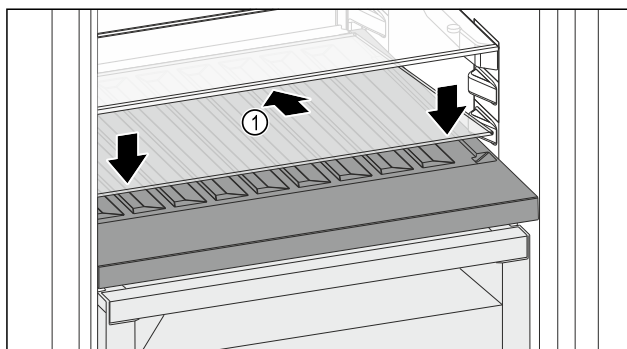

Fig. 143
- ▶ Glasplaat Fig. 143 (1) schuin naar achteren en naar beneden plaatsen.
- ▶ Glasplaat Fig. 143 (1) aan de voorzijde laten zakken.